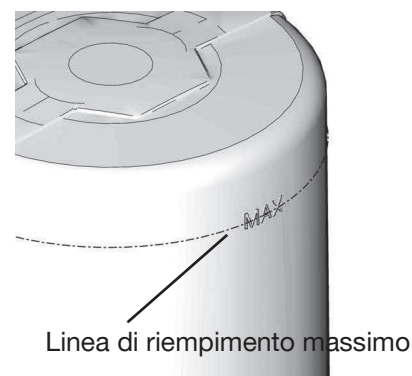

FIG. 8
- Non riempire eccessivamente (FIG. 8).